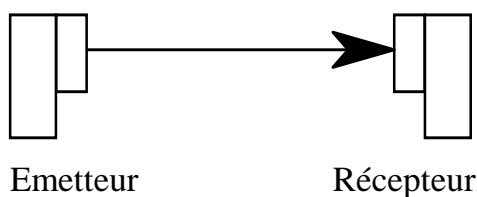

fig. 1
- **Barrage** (fig. 1) pour des distances importantes (plusieurs mètres) ; émetteur et récepteur sont distincts.